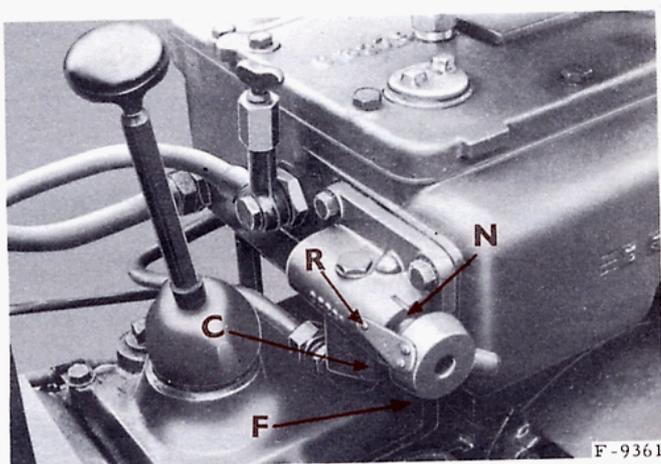

Fig. 44. — Valve auxiliaire incorporée
En outre, elle est munie d'un onglet qui se déplace sur des crans correspondant chacun à l'utilisation d'un des instruments ci-dessus et repéré comme suit, pour la remorque (R), pour le chargeur (C) et pour la faucheuse latérale (F), et, quand la valve n'est pas utilisée, d'un point neutre (N) (fig. 44).